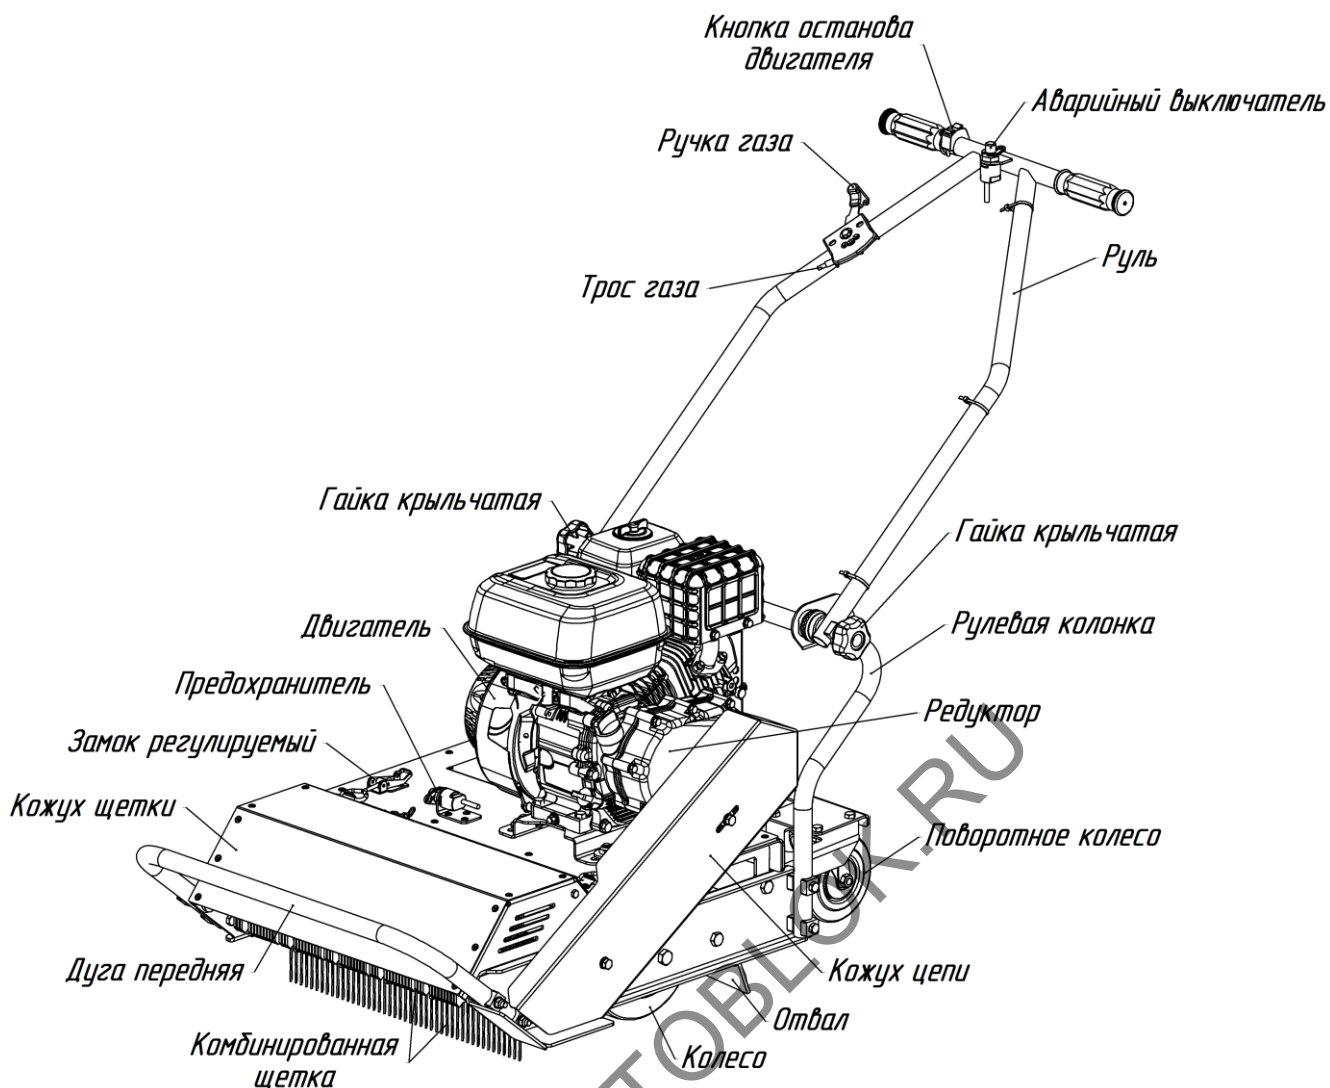

Рис.1. Общий вид ледокола ЛК1.
Основные узлы и детали устройства (рис.1, 2).
1. Снять кожух (рис.1). Для этого отсоедините чеку предохранителя, отстегните замок регулируемый с левой и правой стороны кожуха и снимите кожух, потянув его вперед (на себя) (рис.1, 3).
4. Проверить отвал. Отвал защищает ваши ноги от летящей ледовой крошки, камней, песка и других частей, вылетающих из-под очищающей щетки ледокола (рис.1):
6. Проверить находятся ли предохранитель и аварийный останов в рабочем состоянии (рис.1).
1. Ослабить гайки крыльчатые с двух сторон (рис.1);